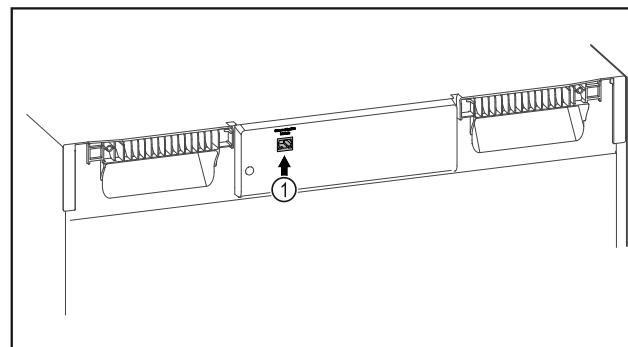

Fig. 111
- ❑ SmartModule Fig. 111 (1) inserito.